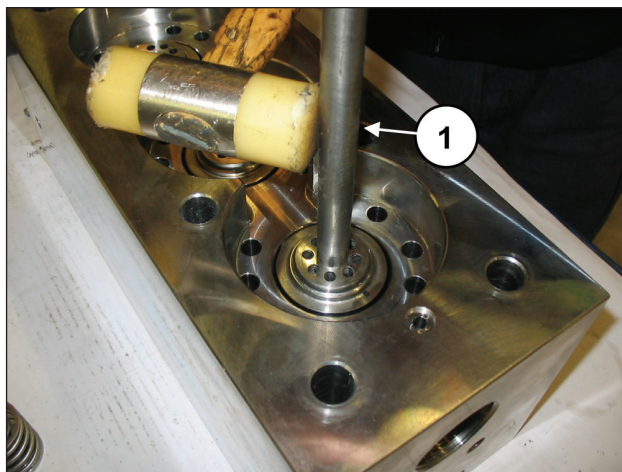

Fig. 115
Qualora le sedi valvola risultassero bloccate sulla testata a causa della formazione di calcare o di ossido devono essere sbloccate inserendo l'apposito attrezzo (cod. 034300020 per SKH20-22-24 o cod. 034300010 per SKH26-28-30) nel foro di mandata (pos. ①, Fig. 115).